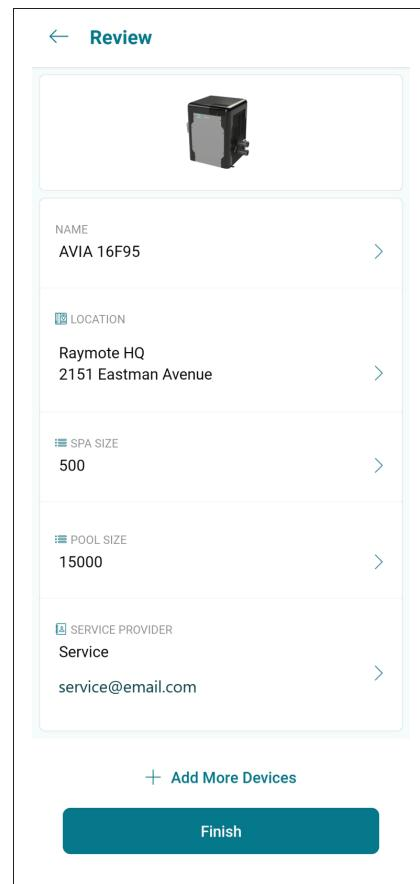

Figure 98. Revue de configuration
- Pour configurer l'appareil, entrez les données signalétiques de l'appareil, puis le nom de l'installateur, l'emplacement d'installation, puis le volume de la piscine et du spa, voir **Figure 98**.